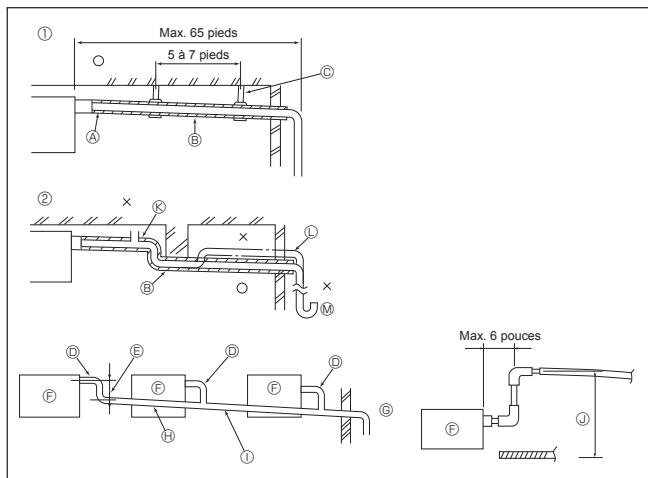

Fig. 6-1
- ### **6.1. Mise en place du tuyau d'écoulement (Fig. 6-1)**
① Tuyauterie correcte
- ② Tuyauterie incorrecte
- ③ Purgeur d'air
- ④ Isolation (9 mm (11/32 pouce) minimum)
- ⑤ Relevé
- ⑥ Pente descendante (1 % minimum)